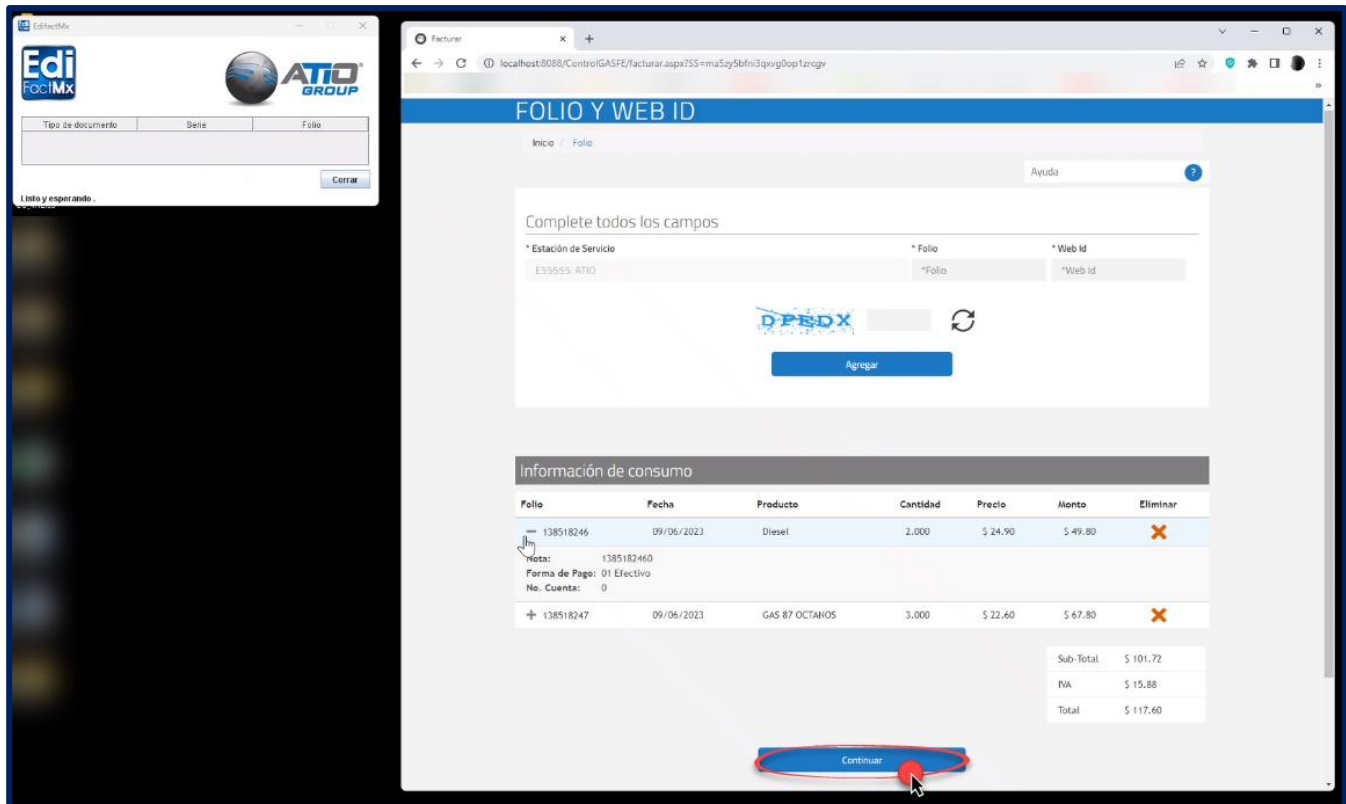

Figura 39 Ticket agregado correctamente
- Se desglosa la información del consumo que ampara el ticket. Para seguir con el proceso, dar clic en el botón **Continuar** (figura 39).